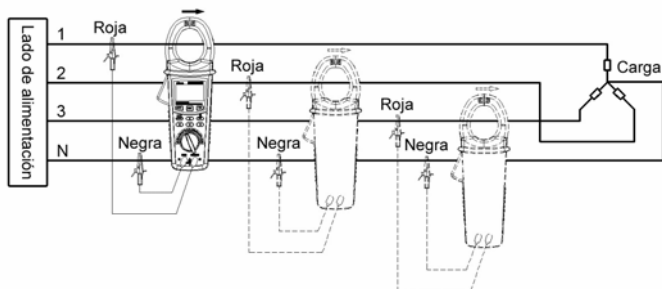

Imagen 1 (5-2-1)
4. Pulsar la tecla FUNC (3-4, Imagen 1), seleccionar qué mostrar en la pantalla LCD (según **Imagen 2** a **Imagen 5**).